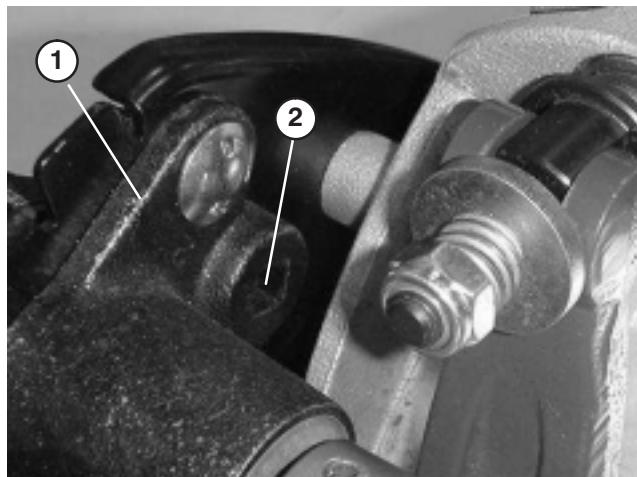

Figure 39
- B. A l'aide d'une clé dynamométrique de 3/8", tournez le logement de roulement avec un couple de 4–4,5 Nm pour obtenir la tension voulue (Fig. 39).